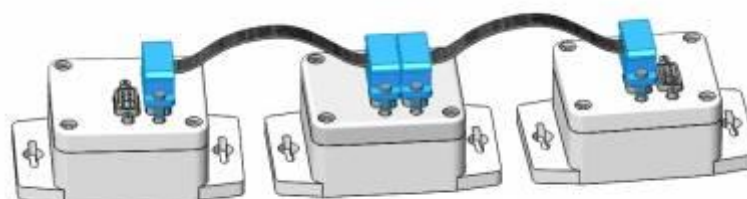

Рис. 11. Блок-схема соединений датчиков «Орбикрафт»
- Составить правильную блок-схему расположения всех устройств на корпусе спутника и их соответствие 3D-модели (рис.11).